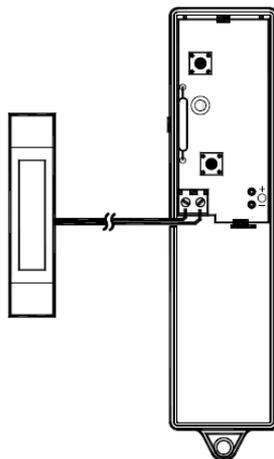
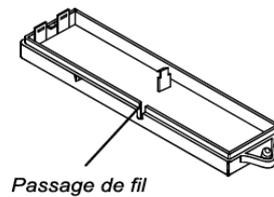

Fig.3
Fig. 4
**Si l'émetteur est monté sur un cadre en métal, la portée diminue à cause de l'atténuation du signal radio. Pour éviter cela, vous pouvez connecter un capteur magnétique externe sur les terminaisons des entrées auxiliaires de l'émetteur (Fig. 3) et placez l'émetteur éloigné du cadre métallique. Après avoir connecté le capteur externe, utilisez une pince ou un cutter pour créer un passage en cassant le plastique (Fig. 4) et placez y le fil avant de fermer le couvercle.**